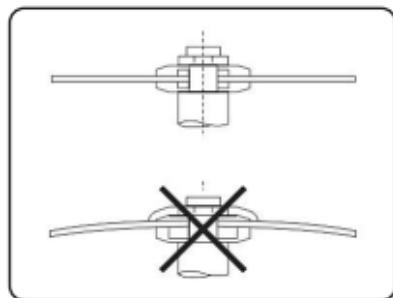

Figura 1
- f) Discos de corte de centro plano devem ser montados em flanges com diâmetros e áreas de contato idênticas. O diâmetro mínimo dos flanges deve ser de 1/4 do diâmetro do disco (Figura 1).